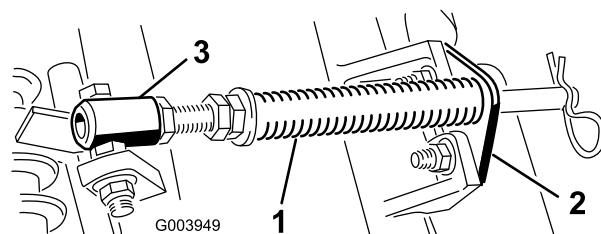

Рисунок 10
- A. Выверните два каретных болта и две гайки, которые крепят кронштейн штока к выступам режущего блока (Рисунок 10).
- B. Выверните фланцевую гайку крепления болта трубы пружины к выступу несущей рамы (Рисунок 10)